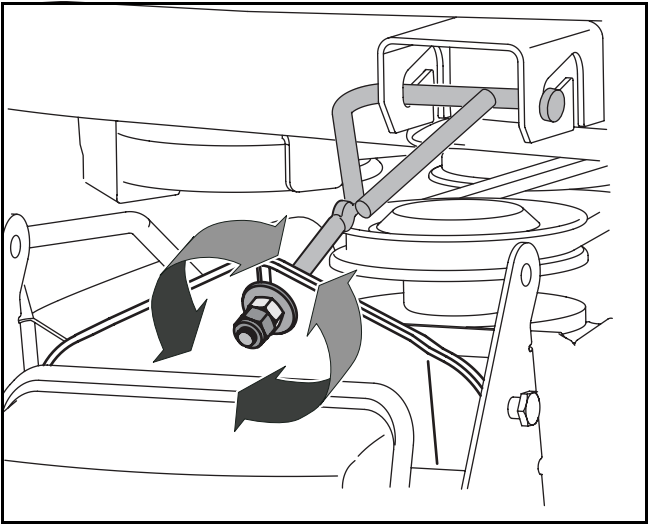

Figure 14
5. De l'avant du tracteur, desserrez le contre-écrou à six pans qui se trouve sur chaque extrémité de la tige de suspension du plateau de coupe. Voir la Figure 14.
6. Serrez les écrous de blocage à six pans internes contre le crochet de suspension avant pour relever l'avant du plateau de coupe; desserrez ces écrous à six pans pour abaisser l'avant du plateau de coupe. Voir la Figure 14.